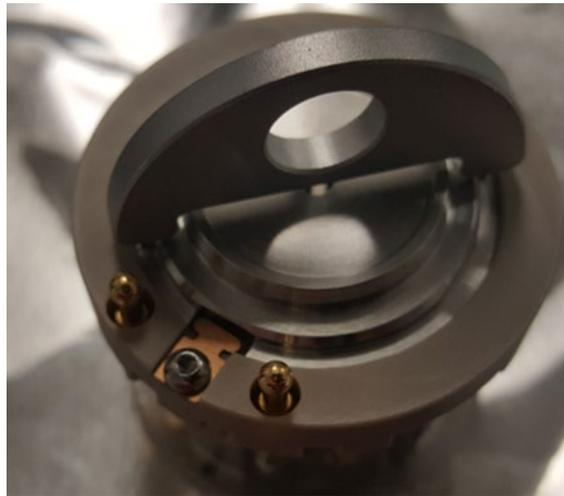

Abbildung 113: LO-Einheit mit aufgesetztem Entnahmewerkzeug
- 10) Führen Sie die Stifte am LO-Entnahmewerkzeug (im Zubehörkit enthalten) in die beiden Öffnungen an der LO-Einheit ein. Siehe Abbildung 113: LO-Einheit mit aufgesetztem Entnahmewerkzeug.